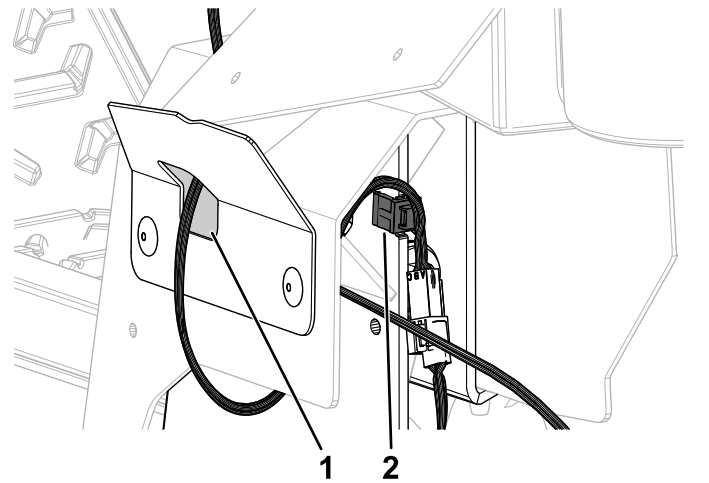

Figure 8
- Faites passer le faisceau du levier de commande de déplacement par le trou dans la plaque de protection gauche (Figure 8).
- Fixez le faisceau dans le cran dans la plaque de commande de déplacement gauche (Figure 8).